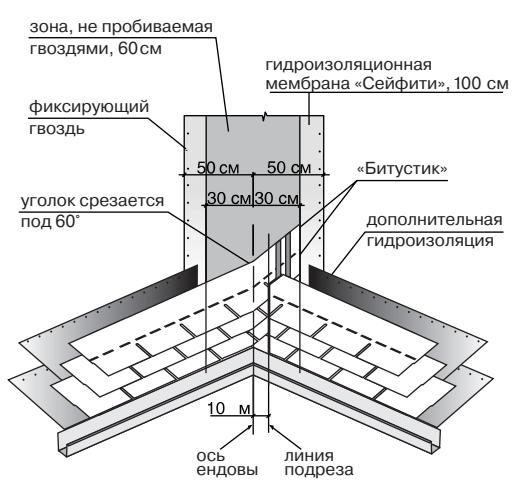

Рис.3
Ендova (рис.3)
- на прилегающем скате (II) вдоль оси ендovy на расстоянии 30 см от нее отбивается линия;
- лист, подходящий к ендove со ската II, должен доходить до линии подрезки и обрезаться по ней. Верхний уголок обрезанного края листа подрезается под углом 60° (5 x 3 см - рис. 3);